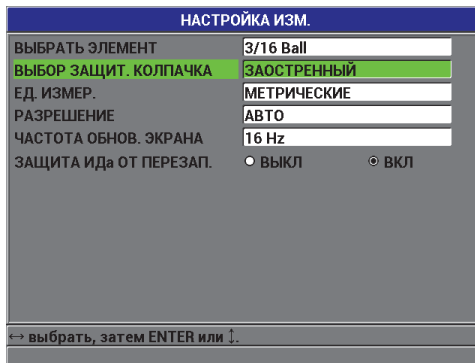

Рис. 4-5 Экран НАСТРОЙКА ИЗМЕРЕНИЯ
3. В окне **НАСТРОЙКА ИЗМ.** (см. Рис. 4-5 на стр. 80) выполните следующее: